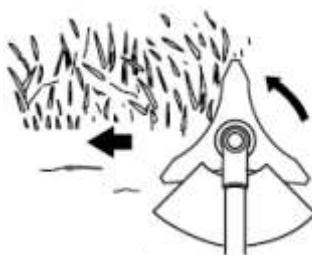

рис. 14
1. Направляйте кусу справа налево, при этом с небольшим наклоном влевую сторону. Рис. 14